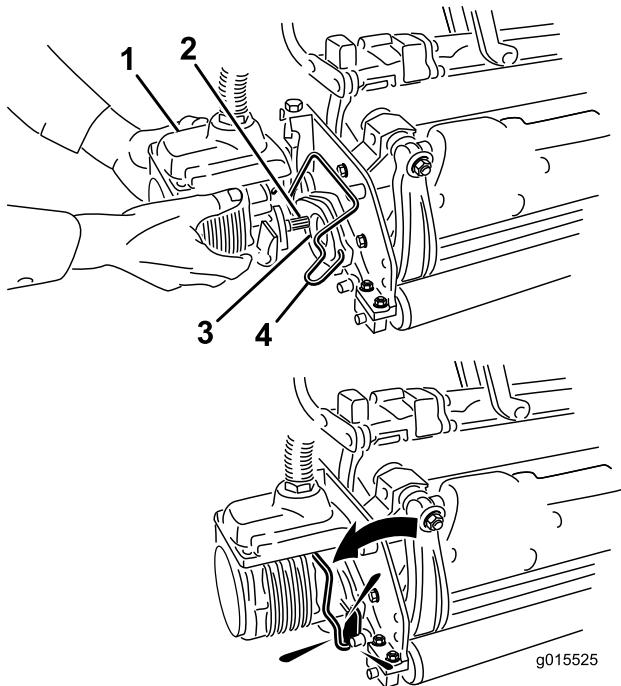

Figure 14
- Enduisez de graisse propre l'arbre cannelé du moteur de plateau de coupe (Figure 14).
- Insérez le moteur dans le côté gauche du plateau de coupe (vu de la position de l'utilisateur) et tirez la barre de retenue du moteur située sur le plateau de coupe vers le moteur jusqu'à ce qu'un déclic soit entendu des deux côtés du moteur (Figure 14).